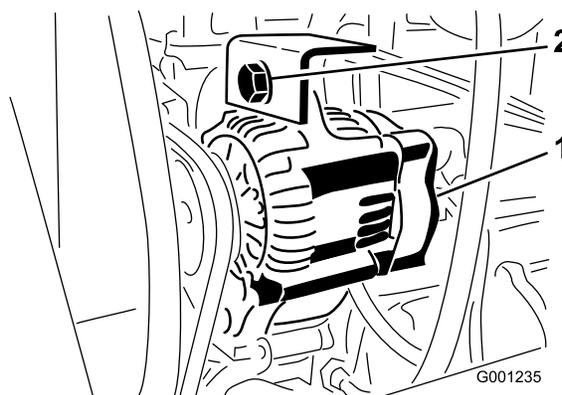

Figure 72
2. Desserrez le boulon de montage de l'alternateur (Figure 72).
3. Augmentez ou diminuez la tension de la courroie d'alternateur et resserrez le boulon de montage (Figure 72).